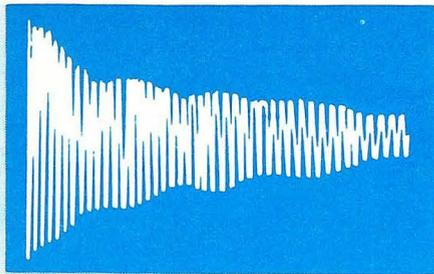

Figure 8
Sa valeur « fixe » étant de 2,7 kΩ rien ne s'oppose à ce que la résistance variable la remplaçant soit un potentiomètre de 1,5 kΩ en série avec une résistance fixe de 2 kΩ de sorte que R1 varie entre 2 kΩ et 3,5 kΩ (voir **figure 8**). Si l'on adopte cette variante, et celle de la **figure 7**, on ne montera pas R1, C1, C2, C3 sur la platine H, mais sur la platine V, avec connexion aux points y, u et v, car celles aux points (4) et (2) auront été faites grâce aux bornes du panneau vertical V et aux points de R6.
lement une apparence. Les courbes A, B et C aussi ont deux pointes de résonance mais elles sont confondues. Notons que cela a pour résultat que la courbe A est plus pointue que la courbe B et que cette dernière est plus que la pointe C. Sur la figure 7 le transformateur a une fréquence centrale de 456 kHz. Manifestement il ne résonne pas à sa fréquence centrale, mais à deux fréquences et ils battent avec chacun des autres pour générer une forme d'onde radiofréquence modulée amortie. Dans ce cas les enroulements arrivent à être couplés tout à fait un peu plus que 1% et les deux pointes de fréquences sont considérablement différentes. Précisons que le battement zéro complet n'a lieu seulement que lorsque le primaire et le secondaire sont accordés sur la même fréquence. Ceci est clairement montré par la figure 8, où l'accord décalé est présent dans ce même transformateur. Ceci est peut-être un fait inattendu. On peut espérer obtenir la même réponse au signal unité d'un autre transformateur par surcouplage ou par accord décalé. Cependant, ceci n'est pas, on peut le prouver algébriquement aussi bien qu'expérimentalement.